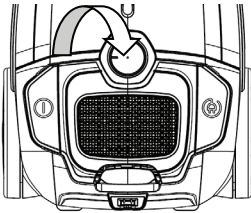

Рис. 5
Відрегулюйте потужність всмоктування пилососа: поверніть ручку регулювання потужності всмоктування (13) (рис. 5).